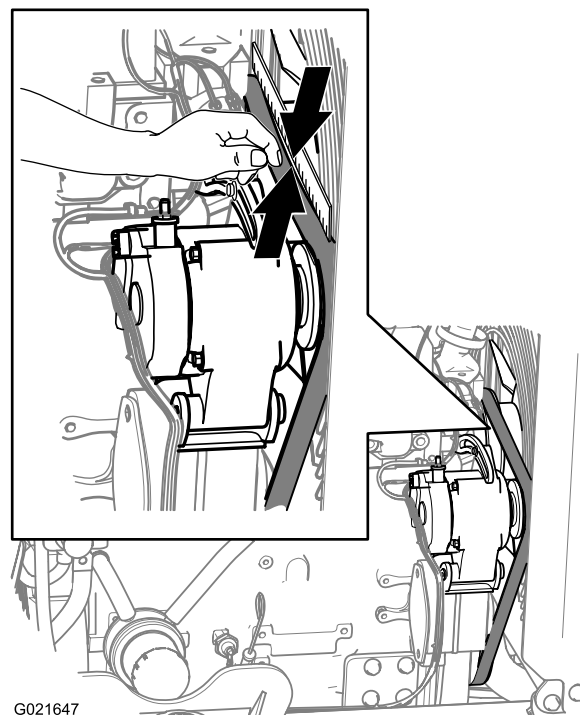

Bild 86
2. Legen Sie eine gerade Kante über den Treibriemen und über die Riemenscheiben, siehe Bild 86.
3. Drücken Sie den Riemen in der Mitte zwischen der Lüfterriemenscheibe und der Riemenscheibe der Lichtmaschine durch, wie in Bild 86 abgebildet.